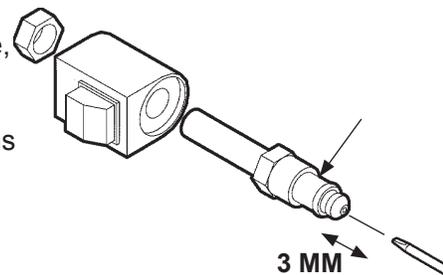

FIG. 38-2
3. Vérifier si l'électrovanne reçoit de la puissance en tenant un tournevis contre le boulon supérieur du solénoïde. Mettez le commutateur de commande en position « baisser » pour alimenter le solénoïde (FIG. 38-2). Un bon solénoïde attirera (magnétiquement) le tournevis vers le boulon. Il sera difficile d'enlever le tournevis.
4. Vérifiez la tige de soupape en retirant l'assemblage de la bobine (élément 1, FIG. 38-2). Avec la plate-forme supportée, dévissez la tige de soupape (élément 2, FIG. 38-2) de la pompe. Poussez sur le piston qui se trouve à l'intérieur de la tige de soupape en insérant une petite lame de tournevis dans l'extrémité. Si le piston ne se déplace pas librement (environ 3,2 mm), remplacez la tige de soupape.